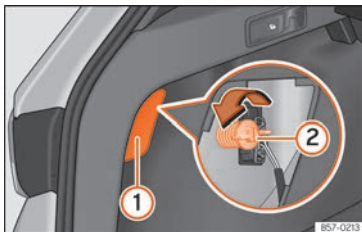

Fig. 114 Bagagliaio: accesso alla vite di fissaggio del fanale di coda.
3. Estrarre il coperchio facendo leva sulla rientranza con l'estremità piatta di un cacciavite » **fig. 114 ①**.
5. Svitare con la mano, o tramite un cacciavite, la vite di fissaggio del fanale » **fig. 114 ②**.